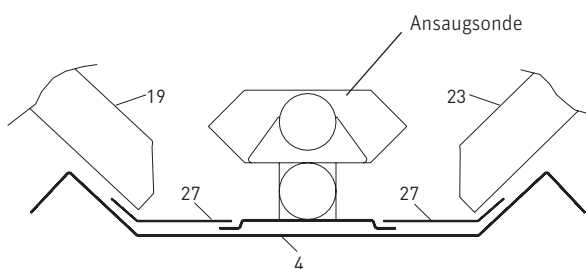
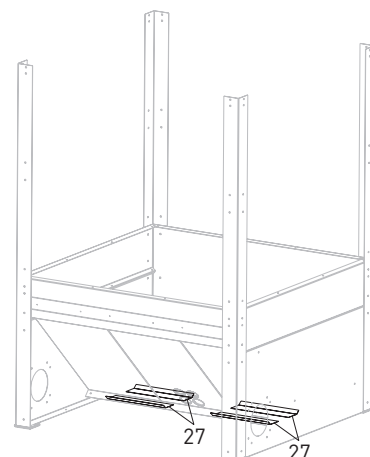

Fig. 11 Bodenplatte, Sondenhalter und Schräge – Ansicht von rechts
Fig. 12 Sondenhalter montieren
**Hinweis:** Vor dem Verschrauben der Schrägen noch 4 Sondenhalter (27) einfädeln – Fig. 11, Fig. 12.